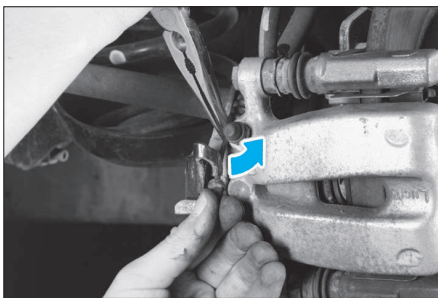

FIG. 33
- Décrocher de chaque côté, les câbles de frein à main (Fig.33).